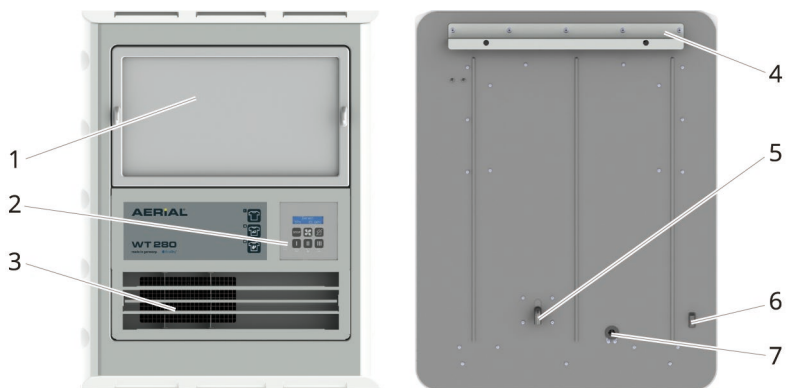

Fig. 1: Oversikt serie AERIAL WT
2. Løft avfukteren for klestørking ovenfra inn i veggskinnen slik at festeskinne på baksiden (side 114, Fig. 1, pkt. 4) hektes inn i veggskinnen.